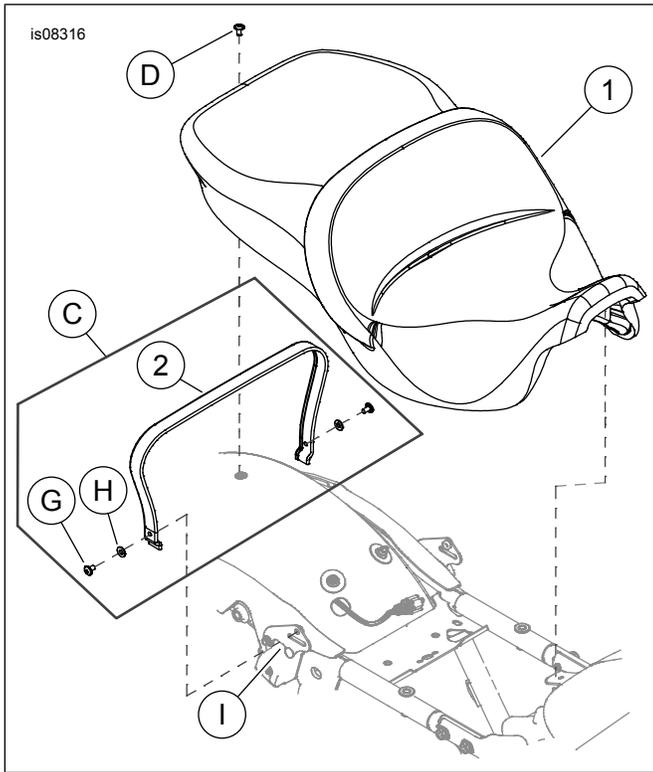

Figure 2. Contenu du kit : Selle Touring
1. Voir la Figure 2. Retirez les vis (G) et rondelles (H) de la sangle de maintien, puis enlevez la sangle du véhicule.
3. Retirer la vis à rondelle d'arrêt (D) et la selle.